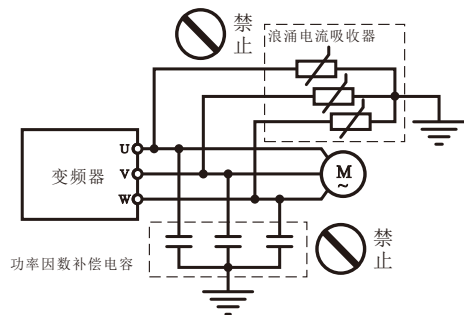

图 1-3
- 由于变频器的输出电压是PWM脉冲波，因此在其输出端请不要安装电容或浪涌电流吸收器(如压敏电阻)，否则将会导致变频器出现故障跳闸，甚至功率元器件的损坏。如已有安装的，请务必拆除。见图1-3所示。